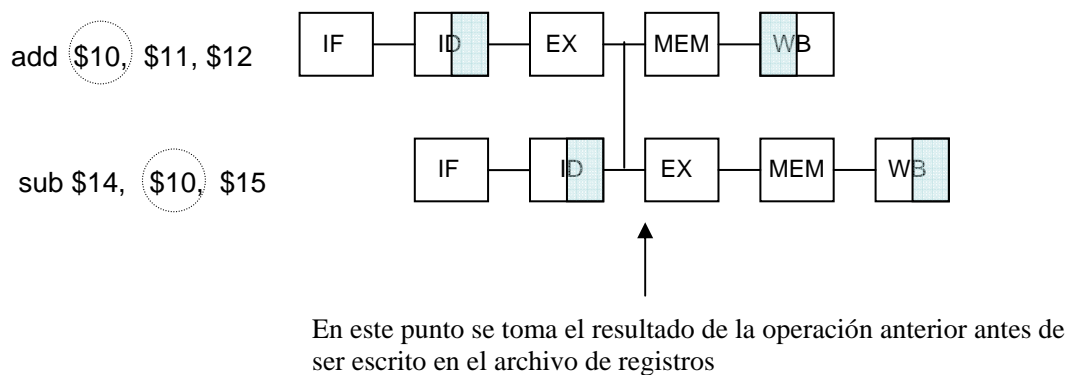

Figura 8. Forwarding para evitar riesgo de datos en el registro \$10
- *Forwarding*: se adiciona circuitos especiales en el *pipeline* de forma que el valor deseado es transmitido/adelantado al segmento del *pipeline* que lo necesita (Figura 8).